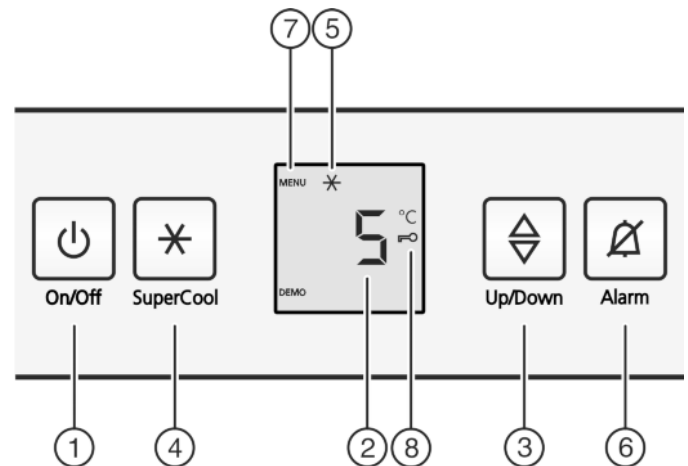

Fig. 2
- Nyomja meg az On/Off gombot Fig. 2 (1).
- ▶ Nyomja meg a SuperCool *Fig. 2 (4)* gombot kb. 5 mp-re.
- ▷ A kijelzőn megjelenik a Menü ikon *Fig. 2 (7)*.
- ▶ A SuperCool *Fig. 2 (4)* gombbal röviden nyugtázza.
- ▷ A gyermekbiztosítás ikon *Fig. 2 (8)* világít a kijelzőn.
- ▶ Röviden nyomja meg az On/Off *Fig. 2 (1)* gombot.
- ▶ Nyomja meg a riasztás gombot *Fig. 2 (6)*.
- ▶ Hőmérsékletfunkció előhívása: Nyomja meg a beállítógombot *Fig. 2 (3)*.
- ▶ A hőmérsékletet 1 °C-os lépésekben változtathatja: Annyiszor nyomja meg a beállítógombot *Fig. 2 (3)*, amíg a kívánt hőmérséklet nem világít a hőmérsékletjelzőn.
- ▶ Nyomja meg röviden a SuperCool gombot *Fig. 2 (4)*.
- ▷ A SuperCool ikon *Fig. 2 (5)* világít a kijelzőn.
- ▶ Nyomja meg röviden a SuperCool gombot Fig. 2 (4).
- ▷ A SuperCool ikon Fig. 2 (5) kialszik a kijelzőn.